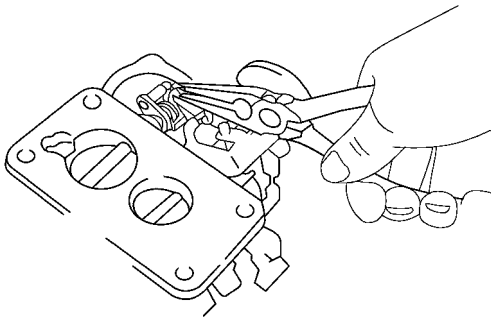

图 2-17 弯曲副腔节气门的翻倒杆进行调整
2) 弯曲副腔节气门的翻倒杆进行调整，如图 2-17 所示。